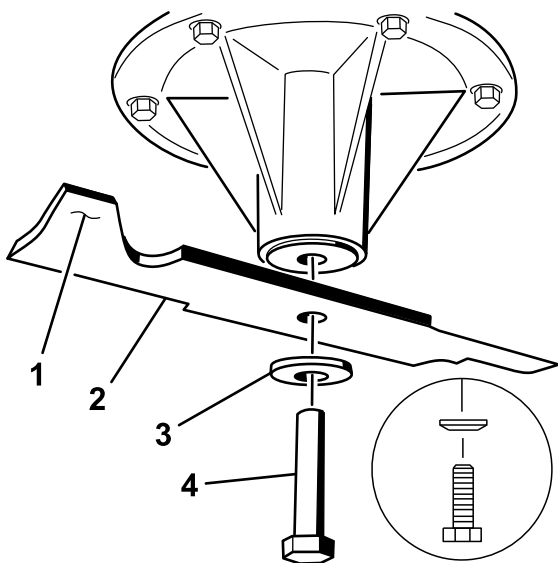
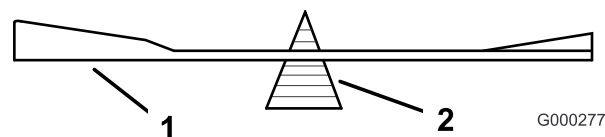

Figure 91
Figure 93
2. Enlevez de l'axe, le boulon, la rondelle bombée et la lame (Figure 91).
2. Vérifiez l'équilibre de la lame en la plaçant sur un équilibreur (Figure 93). Si la lame reste horizontale, elle est équilibrée et peut être utilisée. Si la lame est déséquilibrée, limez un peu l'extrémité de la partie relevée seulement (Figure 91). Répétez la procédure jusqu'à ce que la lame soit équilibrée.